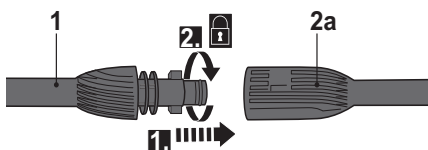

Рис. 5
> Совместите наконечники патрубков высокого давления (1) с канавками соединительного отверстия патрубков (2а) и вставьте его (Рис. 5, шаг 1).
> Надёжно установите патрубок высокого давления (1), повернув его по часовой стрелке до фиксации на месте (Рис. 5, шаг 2).